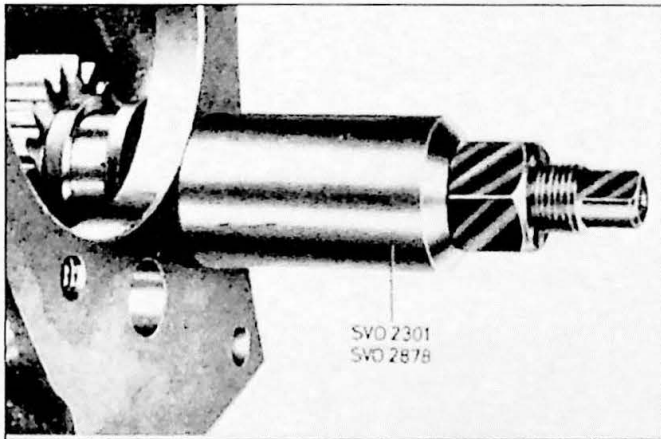

Fig. 6.5. Demontage van achteruittandwiel
10. Neem het tussenwiel uit. Trek de as voor het achtertandwiel uit. Gebruik trekker SVO 2301 voor assen van de vroege uitvoering met een gefreesde groef en SVO 2878 voor assen met een gedraaide groef (Fig. 6.5). Neem het achteruittandwiel en de overige delen uit.